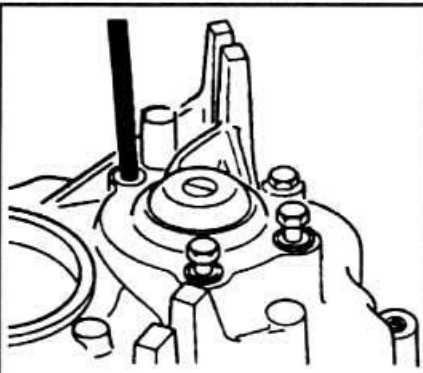

Рис. 6-23. Приспособление BMW 23 2440, вставленное через резьбовое отверстие задней крышки для фиксации пластины
• Присоединить картер коробки передач к картеру сцепления, вставив приспособление BMW 23 2440 через резьбовое отверстие картера коробки передач (рис. 6-23).